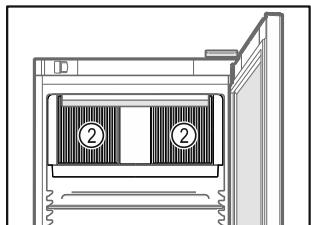

Fig. 61
- Дръжте вентилационните отвори *Fig. 61 (2)* на циркуляционния вентилатор във вътрешността свободни.